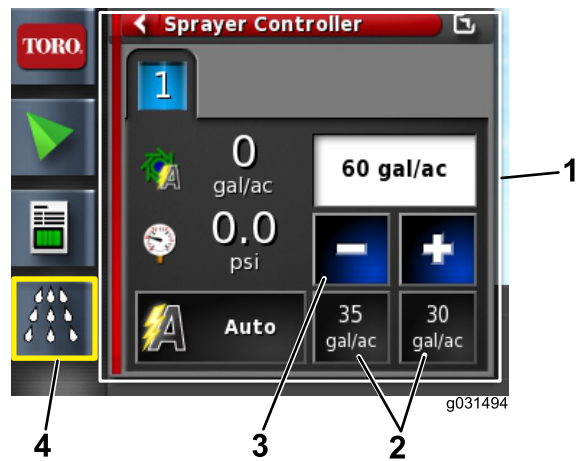
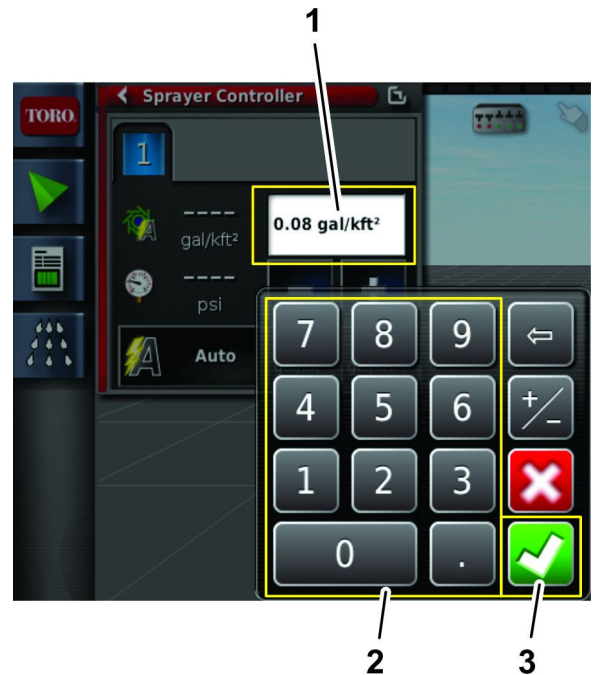

Bild 42
Bild 43
4. Wenn die Dosierung falsch ist, tippen Sie auf die Symbole „Preset Rate“, um die Dosierung zu ändern; tippen Sie auf die Erhöhen- und Verringern-Symbole, um die Dosierung schrittweise zu ändern, oder wählen Sie das Feld „Current Rate“ aus und geben Sie die Dosierung mit der numerischen Bildschirmtastatur ein (Bild 42 und Bild 43).